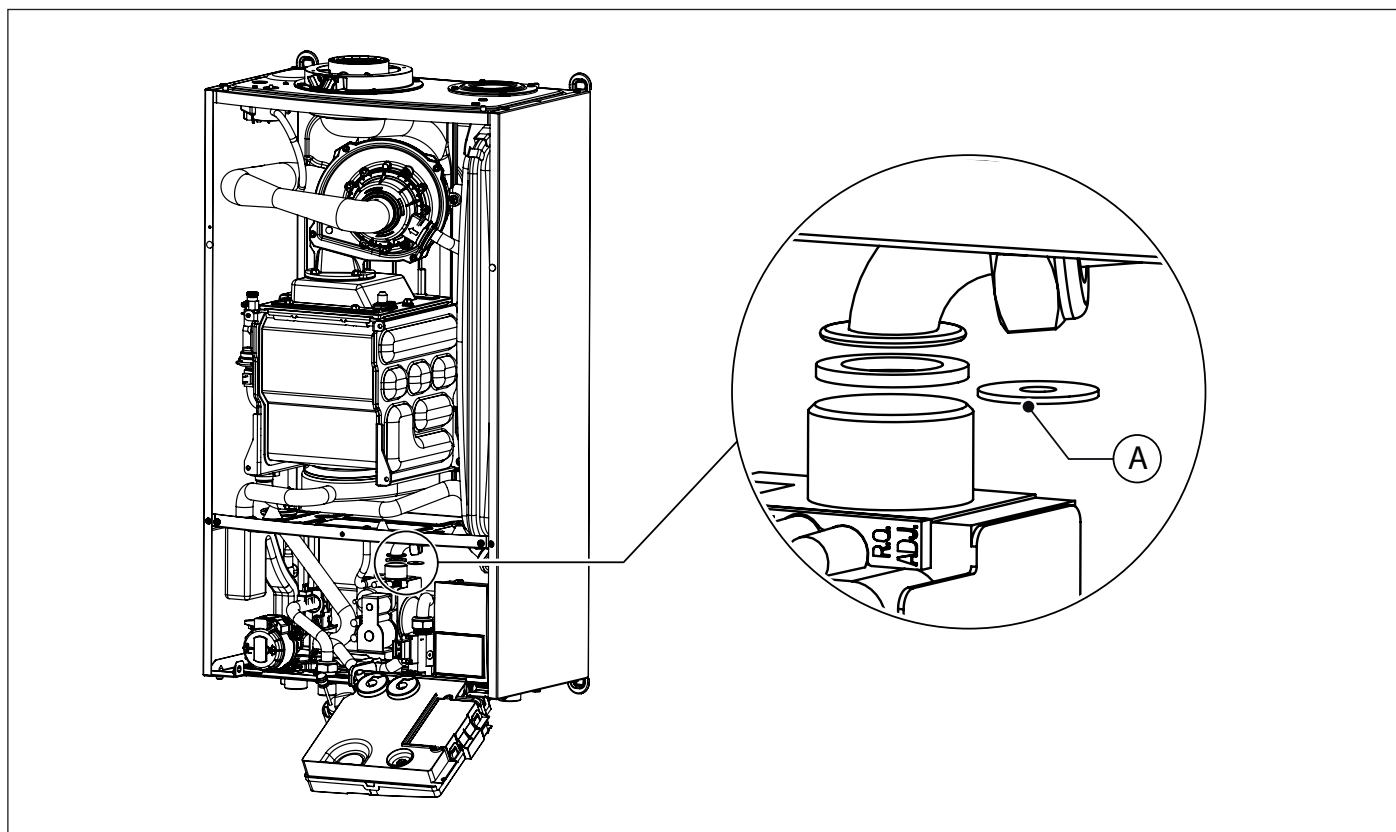

Fig. 23 Sustitución del diafragma gas
- Desconectar el tubo de gas de la válvula gas (ver Fig. 23 Sustitución del diafragma gas).
- Sustituir el diafragma gas (A) con el del nuevo tipo de gas (ver Fig. 23 Sustitución del diafragma gas).